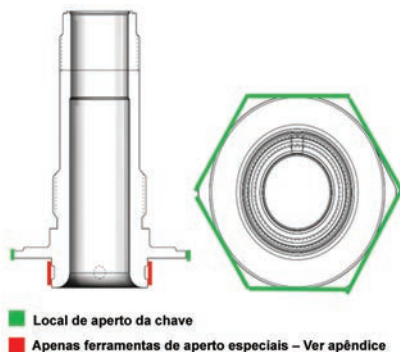

Figura 48: Locais de aperto dos bocais IS
- Aperte com chave/soquete a um torque máximo que não exceda o valor listado na Tabela 10 no local de aperto da chave na Figura 48.
- Aperte com um torque máximo para não exceder o valor listado na Tabela 10 com o uso da Inserção da Ferramenta de Aperto 2900 IS, de acordo com o desenho na Seção XXIII, no local Exclusivo de Ferramentas de Aperto Especiais na Figura 48.
- Aperte com um torque máximo para não exceder o valor listado na Tabela 10 com o uso do Inserto da Ferramenta de Aperto 2900 IS, de acordo com o desenho na Seção XXIII, no local Exclusivo de Ferramentas de Aperto Especiais na Figura 48.